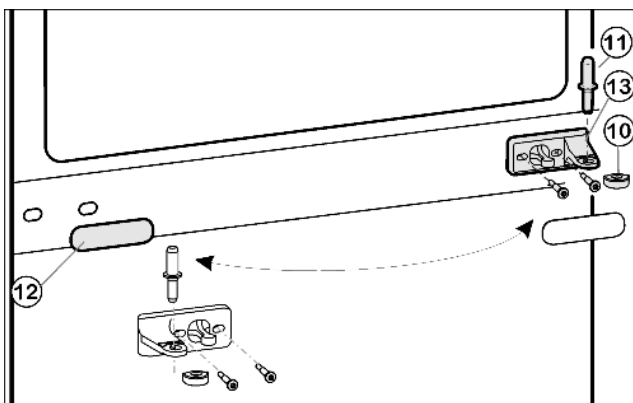
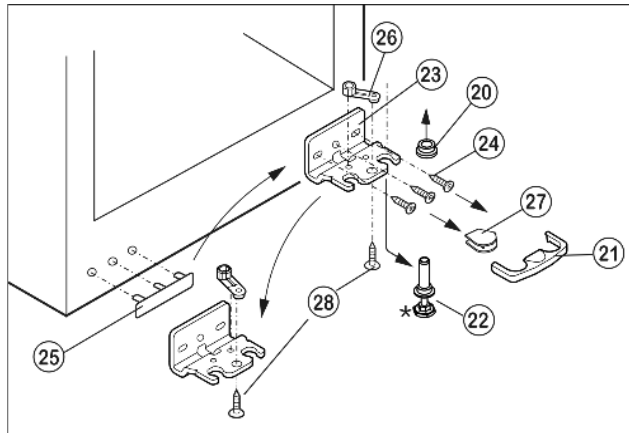

Fig. 5
Fig. 6
- ▶ Вытащите из опорного кронштейна и нижней дверцы средний опорный палец Fig. 5 (11).
- ▶ Пластмассовый колпачок Fig. 5 (10) снимите.
- ▶ Снимите средний опорный кронштейн Fig. 5 (13).
- ▶ Осторожно снимите накладку Fig. 5 (12).
- ▶ Прикрутите средний опорный кронштейн Fig. 5 (13) с поворотом на 180° на новую сторону шарнира (с моментом 4 Нм).
- ▶ Защелкните накладку Fig. 5 (12), повернув на 180°, на стороне, где теперь будет ручка.
- ▶ Предохранитель Fig. 6 (21) снимите движением вперед.
- ▶ Снимите крышку Fig. 6 (27).*
- ▶ Полностью вверните регулируемую опору Fig. 6 (22).
- ▶ Вытяните опорный палец Fig. 6 (22) вниз и вперед. При этом следите за гнездом шарнира Fig. 6 (20).
- ▶ Открутите опорный кронштейн Fig. 6 (23) (3 шт. Torx 25) Fig. 6 (24).
- ▶ Открутите опорную деталь Fig. 6 (26) (1 Torx 25) Fig. 6 (28) и, переставив в отверстие на противоположной стороне опорного кронштейна, снова прикрутите.
- ▶ Осторожно приподнимите и переставьте крышку Fig. 6 (25) со стороны ручки.
- ▶ Снова прикрутите опорный кронштейн Fig. 6 (23) на новой стороне шарнира (с моментом 4 Нм). При необходимости используйте аккумуляторный шуруповерт.
- ▶ Установите крышку Fig. 6 (27) на противоположной стороне.*
- ▶ Предохранитель (21) нужно зафиксировать сбоку на кронштейне, чтобы опорный палец и двери были защищены от выпадения.
- ▶ Снова защелкните предохранитель (21) на опорном кронштейне.
- ▶ Наденьте гнездо шарнира Fig. 6 (20).
- ▶ Установите нижнюю дверцу сверху на нижний опорный палец Fig. 6 (22).
- ▶ Снова наденьте пластмассовый колпачок Fig. 5 (10) на средний опорный кронштейн Fig. 5 (13).
- ▶ Вставьте средний опорный палец Fig. 5 (11) на новой стороне шарнира через средний опорный кронштейн Fig. 5 (13) в нижнюю дверцу.
- ▶ Установите верхнюю дверцу на средний опорный палец Fig. 5 (11).
- ▶ При необходимости выровняйте дверцы через два продольных паза в нижнем опорном кронштейне Fig. 6 (23) и среднем опорном кронштейне Fig. 5 (13) параллельно корпусу устройства. Для этого выкрутите средний винт на нижнем опорном кронштейне Fig. 6 (23).